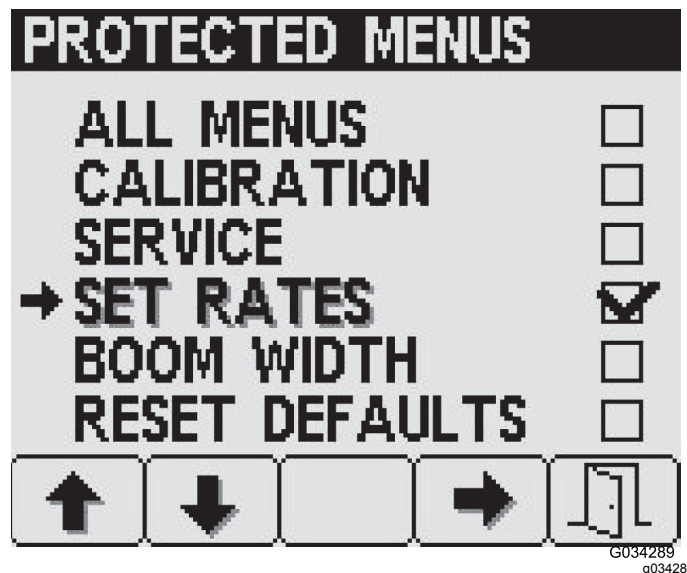

图 23
- 按 4 号按钮选择和取消选择每个受保护菜单项目 图 23。